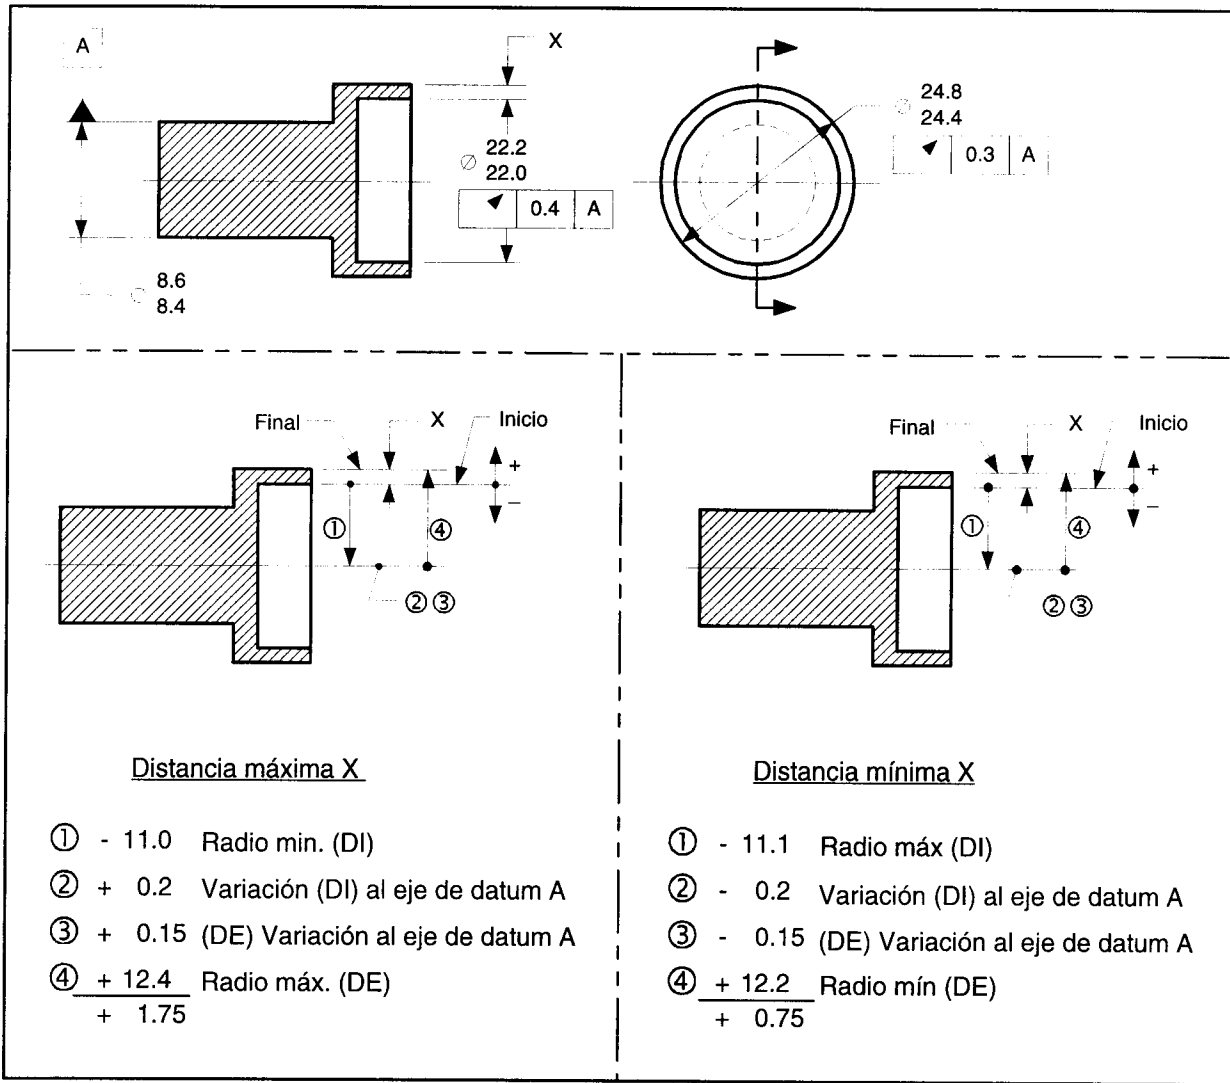

FIGURA 27-10 Acumulación de tolerancia usando variación
La figura 27-10 muestra un ejemplo de un cálculo de parte para encontrar la distancia máxima y mínima entre dos diámetros de una parte. Cuando lea los pasos más adelante, refiérase a la figura 27-10.
2. Establezca una suma de dimensiones de parte o distancias de dispositivo (como en la Figura 27-10) desde el punto de inicio al punto final del cálculo.